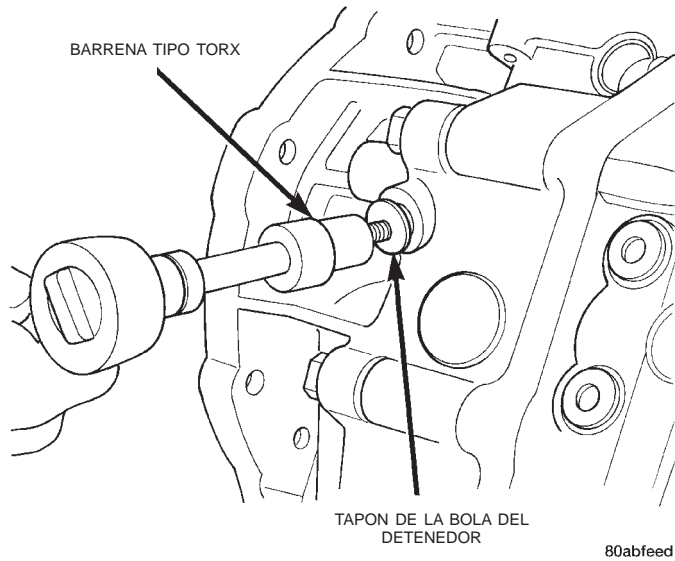
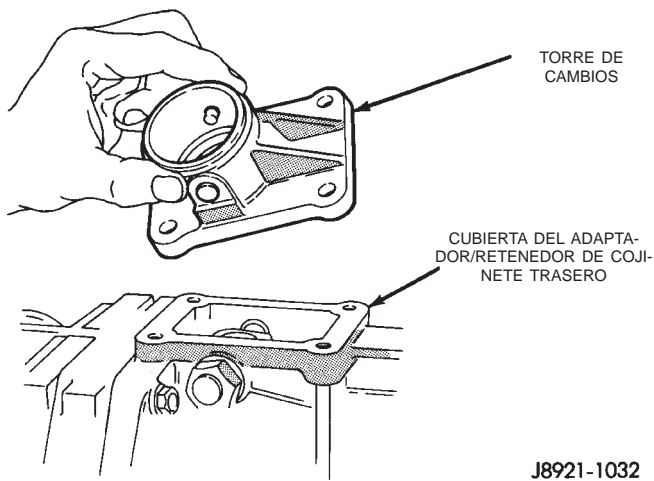
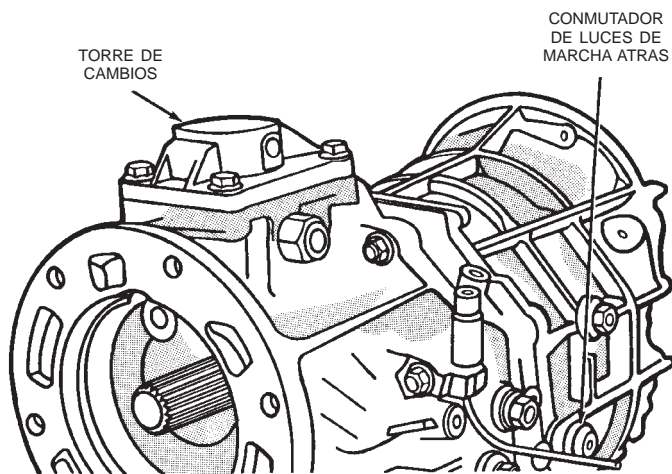

Fig. 46 Instalación del tapón de la bola del detenedor
Fig. 47 Instalación de la torre de cambios
Fig. 48 Instalación del conmutador de luces de marcha atrás
(18) Instale y apriete el tapón detenedor con una torsión de 19 N·m (14 lbs. pie) (Fig. 46).
(19) Instale la empaquetadura de la torre de cambios en la torre de cambios.
(20) Instale el deflector de aceite y la empaquetadura de la torre de cambios en la cubierta del adaptador o retenedor de cojinete trasero.
(21) Instale la torre de cambios en la caja de transmisión (Fig. 47).
(22) Instale y apriete los pernos que fijan la torre de cambios a la caja de transmisión con una torsión de 18 N·m (13 lbs. pie).
(23) Instale anillos O de metal nuevos en el conmutador de luces de marcha atrás.
(24) Instale el conmutador de luces de marcha atrás (Fig. 48). Apriete el conmutador con una torsión de 44 N·m (32,5 lbs. pie).
(25) Instale una junta nueva en la cubierta del adaptador/retenedor de cojinete trasero.
(26) Instale el sensor de velocidad del vehículo, si fuese necesario.
(27) Instale la cubierta del embrague, el cojinete de desembrague, la horquilla de desembrague y el collarín de retención.